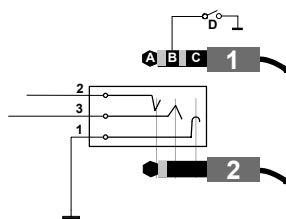

Abbildung 4-6
- Stereo-Stecker : Beim Einstecken oder bei Verwendung eines externen Schalters, der den rechten Kanal (B) erdet. (Abbildung 4-6)